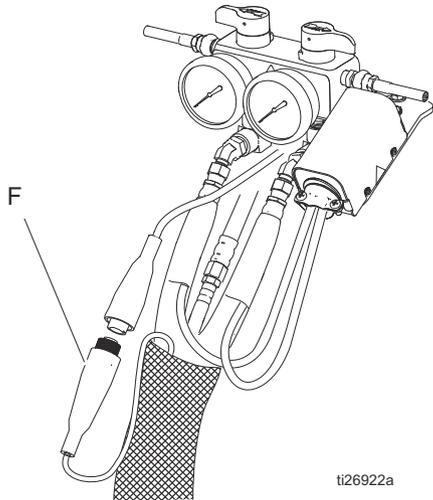

图 11. 加热管
3. 从 Reactor（图 11）上断开 FTS 电缆 (F)。